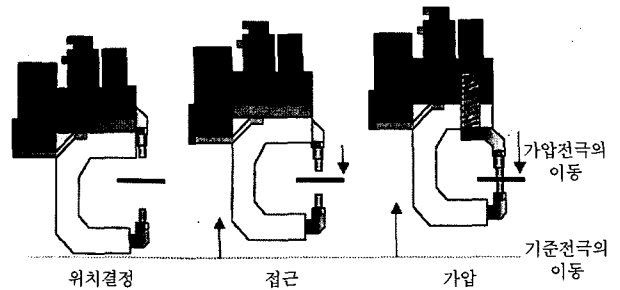

Fig. 3 Robot와 가압/개방동작의 동기제어
3.2.3 Soft Touch동작 (Fig. 3 Robot와 가압/개방 동작의 동기제어 참조)